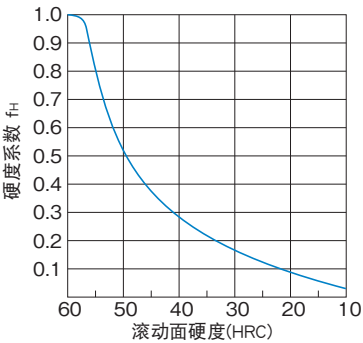

图8 硬度系数 (f_H)
- C₀ : 基本静额定载荷(径向方向) (N)
- C_{0L} : 基本静额定载荷(反径向方向) (N)
- C_{0T} : 基本静额定载荷(侧向) (N)
- P_R : 负荷计算值(径向方向) (N)
- P_L : 负荷计算值(反径向方向) (N)
- P_T : 负荷计算值(侧向) (N)
- f_H : 硬度系数(请参照 **A1-66**中的 图8)
- C : 基本动额定载荷 (N)
- P_C : 负荷计算值 (N)
- f_H : 硬度系数 (参照A1-66图8)
f_H : 硬度系数 (参照A1-66图8)